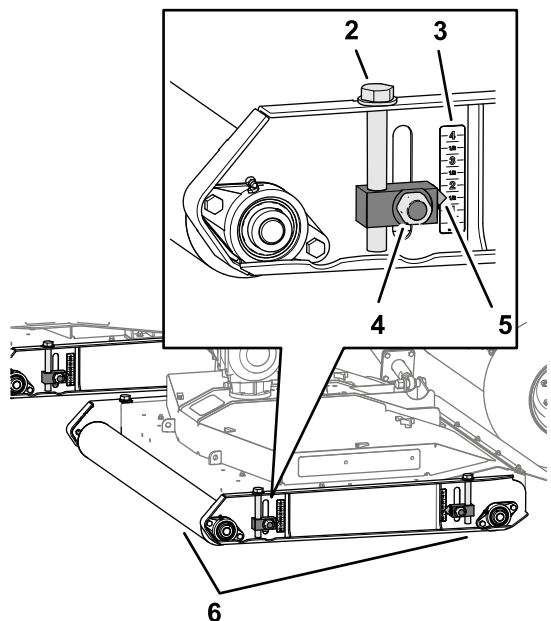

Bild 35
3. Lösen Sie die vier Sicherungsmuttern, mit denen die vier Schnitthöheneinstellungen des Mähwerks befestigt sind (**Bild 35**).